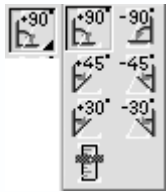

Рис. 1.35. Вариантная кнопка вращения выделенного объекта
• Группа кнопок для вращения относительно ортогональных осей представлена тремя вариантными кнопками, каждая из которых отвечает за вращение выделенного объекта или группы вокруг соответствующей координатной оси (Z , X или Y). Все вариантные кнопки имеют одинаковый состав и внешний вид (рис. 1.35).